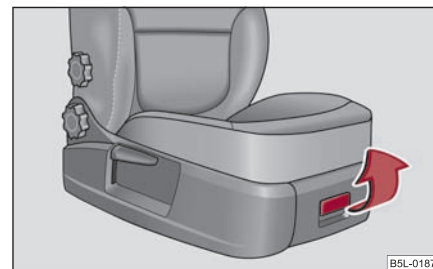

Fig. 127 Scaunul pasage-
- Pentru deschiderea capacului, apăsați pe încuietoare și trageți capacul ⇒ fig. 127.